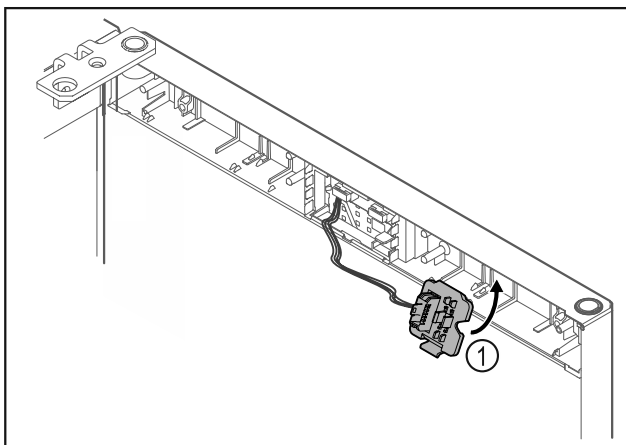

Fig. 23
- Tryck fast kontakthållaren Fig. 23 (1) på den motsatta sidan.